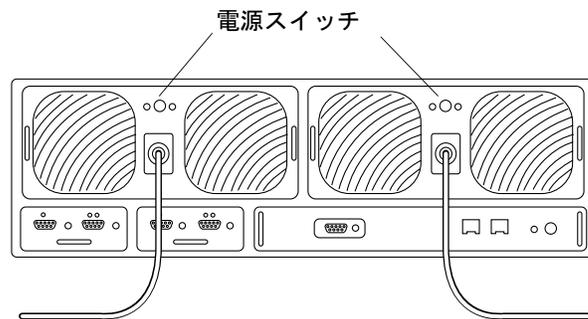

図 5-5 電源・冷却装置に接続された電源コード
1. 電源スイッチを押して電源・冷却装置の電源を切ります (図 5-5)。
3. 電源・冷却装置側の電源コードのコネクタの両側を押して、電源コードを取り外します (図 5-5)。